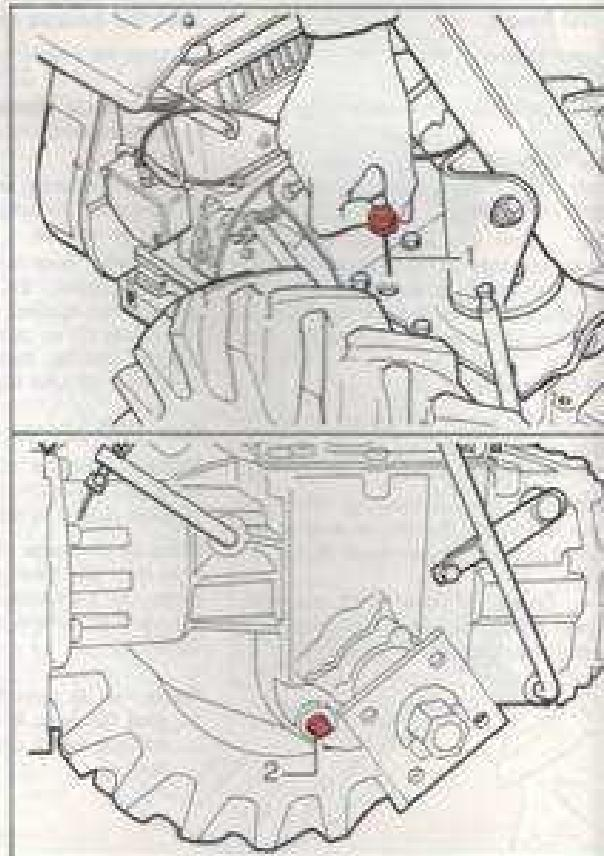

Fig. 15 - Bild 15
Gearbox: change oil (see fig. 15). Remove the drain plug located under the gearbox (2) and dipstick plug (1) to make drain easier. Let oil drip out for 10 minutes at least. Replace the lower plug and refill with the prescribed oil up to the level recommended.
Boîte de vitesses: changer d'huile (voir fig. 15). Enlever le bouchon de vidange situé au-dessous de la boîte du changement de vitesses (2) et le bouchon à jauge (1) pour faciliter l'évacuation et laisser égoutter pour 10 minutes au moins. Après avoir remis le bouchon inférieur, rajouter de l'huile jusqu'au niveau indiqué.
Schaltgetriebe: das Öl wechseln (siehe Bild 15). Die Ablassschraube unter dem Schaltgetriebehäuse (2) sowie den mit Messstab versehenen Verschlussdeckel (1) abnehmen, um den Ablass zu erleichtern. Dann über mindestens 10 Minuten austropfen lassen. Nach Wiedermontage der unteren Verschluss schraube die Nachfüllung mit dem vorgeschriebenen Öl vornehmen.
Scatola del cambio: sostituire l'olio (vedere la fig. 15). Togliere il tappo di scarico posto sotto la scatola cambio (2) ed il tappo con asta (1) per facilitare lo scarico, quindi lasciare sgocciolare per almeno 10 minuti. Rifornire quindi con olio prescritto, dopo aver rimesso il tappo inferiore, fino al livello prescritto.
Gearbox: check oil level (see fig. 15); to do so screw out stick filter (1), oil level is correct when it is close to top mark (MAX).
Boîte de vitesses: vérifier le niveau de l'huile (voir fig. 15); dévisser le bouchon muni de jauge (1). Le niveau est correct quand il se trouve à proximité de l'encoche supérieure (MAX.).
Schaltgetriebe: Ölstand prüfen, durch Abschrauben des mit Maßstab versehenen Verschlussdeckels (1) (siehe Bild 15). Der Ölstand muss auf gleicher Höhe der oberen Marke (MAX.) liegen.
Scatola del cambio: controllare il livello dell'olio (vedere la fig. 15); allo scopo svitare il tappo dotato di asta (1). Il livello è regolare quando si trova in corrispondenza della tacca superiore (MAX.).